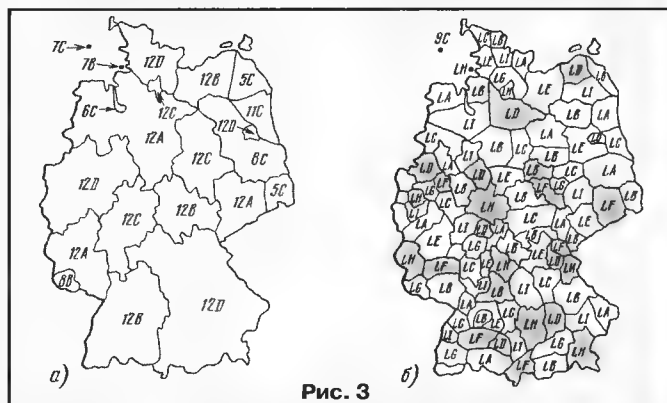

Рис. 3
**Германия.** В Германии в настоящее время также проводится регулярное вещание по системе DAB [6, 7]. Планируется охват в кратчайшие сроки всей территории Германии сетью DAB-передатчиков. Для наземного DAB выделены в основном частоты 12 ТВ канала (223...230 МГц), по одному DAB-блоку для каждой федеральной земли (области) Германии ("первое покрытие" — рис. 3,а), и часть L-диапазона (1452...1467,5 МГц). В отведенном участке L-диапазона по всей территории страны будет передаваться 100 DAB-блоков, которые предназначены для вещания региональных программ ("второе покрытие" — рис. 3,б). Таким образом, в любом месте Германии при использовании приемника с ненаправленной штыревой антенной можно будет принять как минимум два DAB-блока, т. е. до 12 высококачественных звуковых программ и дополнительную информацию еще по ряду каналов.